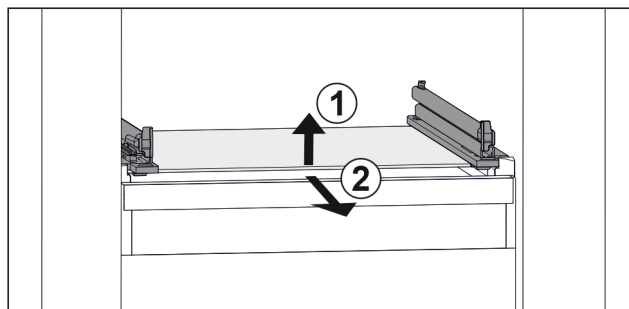

Fig. 137 Przykładowa prezentacja płyty szklanej
- ▶ Unieść płytę szklaną z przodu. Fig. 137 (1)
- ▶ Wyjąć płytę szklaną do przodu. Fig. 137 (2)